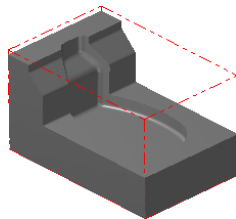

图 3.3 显示工件
Step4. 单击“机器群组属性”对话框中的 **✓** 按钮，完成工件的设置。此时零件如图 3.3 所示，从图中可以观察到零件的边缘多了红色的双点画线，双点画线围成的图形即为工